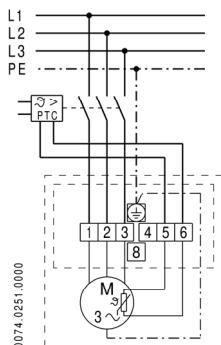

Fig.2: Schemă de conectare racordare
Din construcție, ventilatorul este astfel conectat, încât la racordarea rețelei conform schemei de montaj de conectare (fig.2) să realizeze un randament de dislocare maxim posibil. În execuția standard rezultă astfel direcțiile de rotație și dislocare conform tab.2.
• Direcția de dislocare poate fi inversată. În acest scop, spre deosebire de situația din fig.2, conductă de rețea L2 trebuie conectată la cлемă 1, iar L1 la cлемă 2 (inversarea conductelor exterioare). Țineți cont de faptul că în acest fel